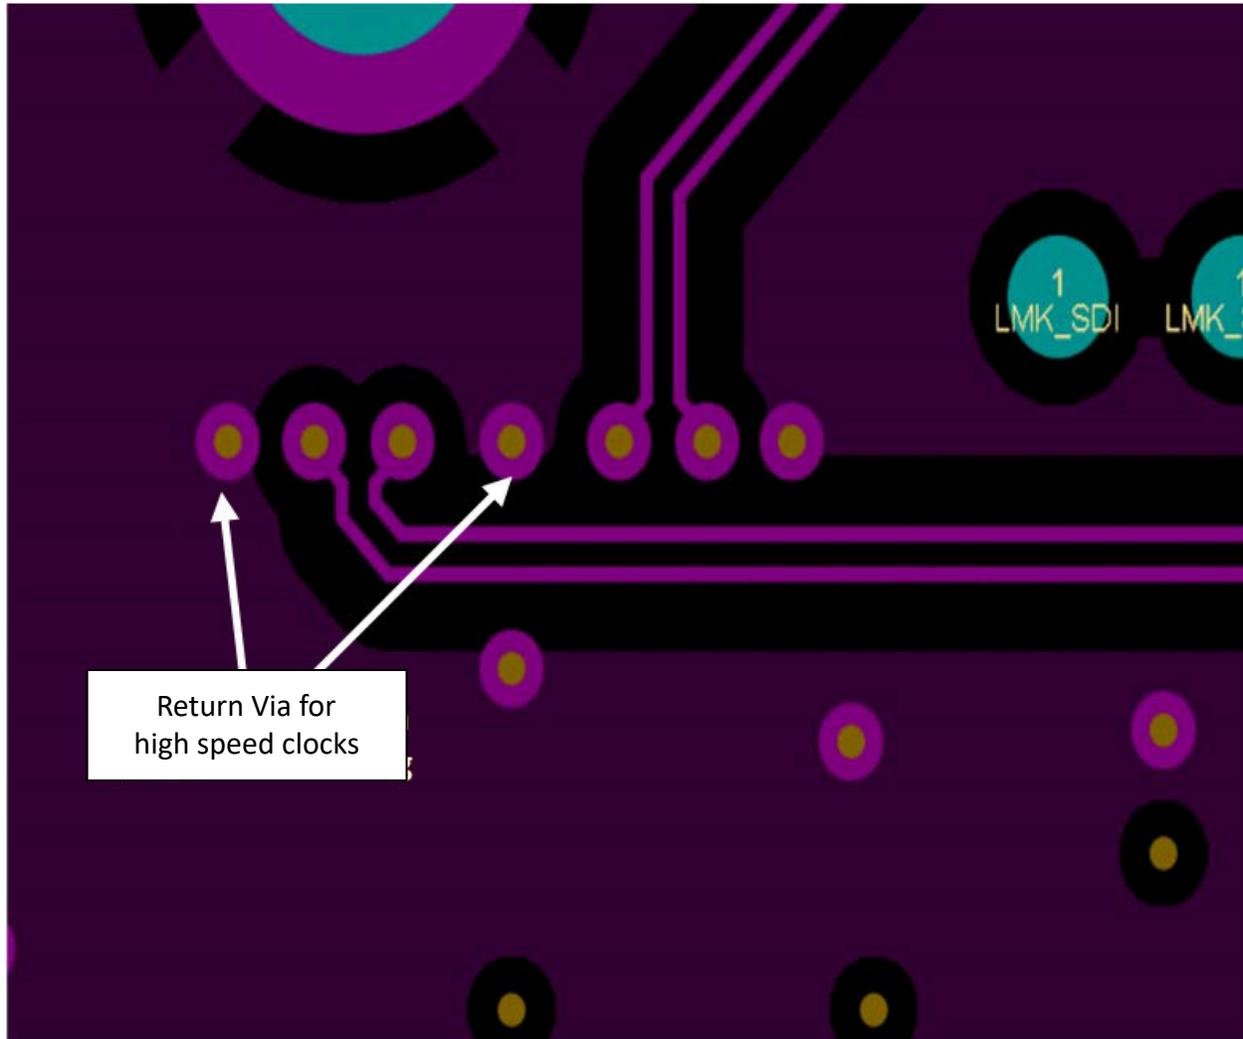
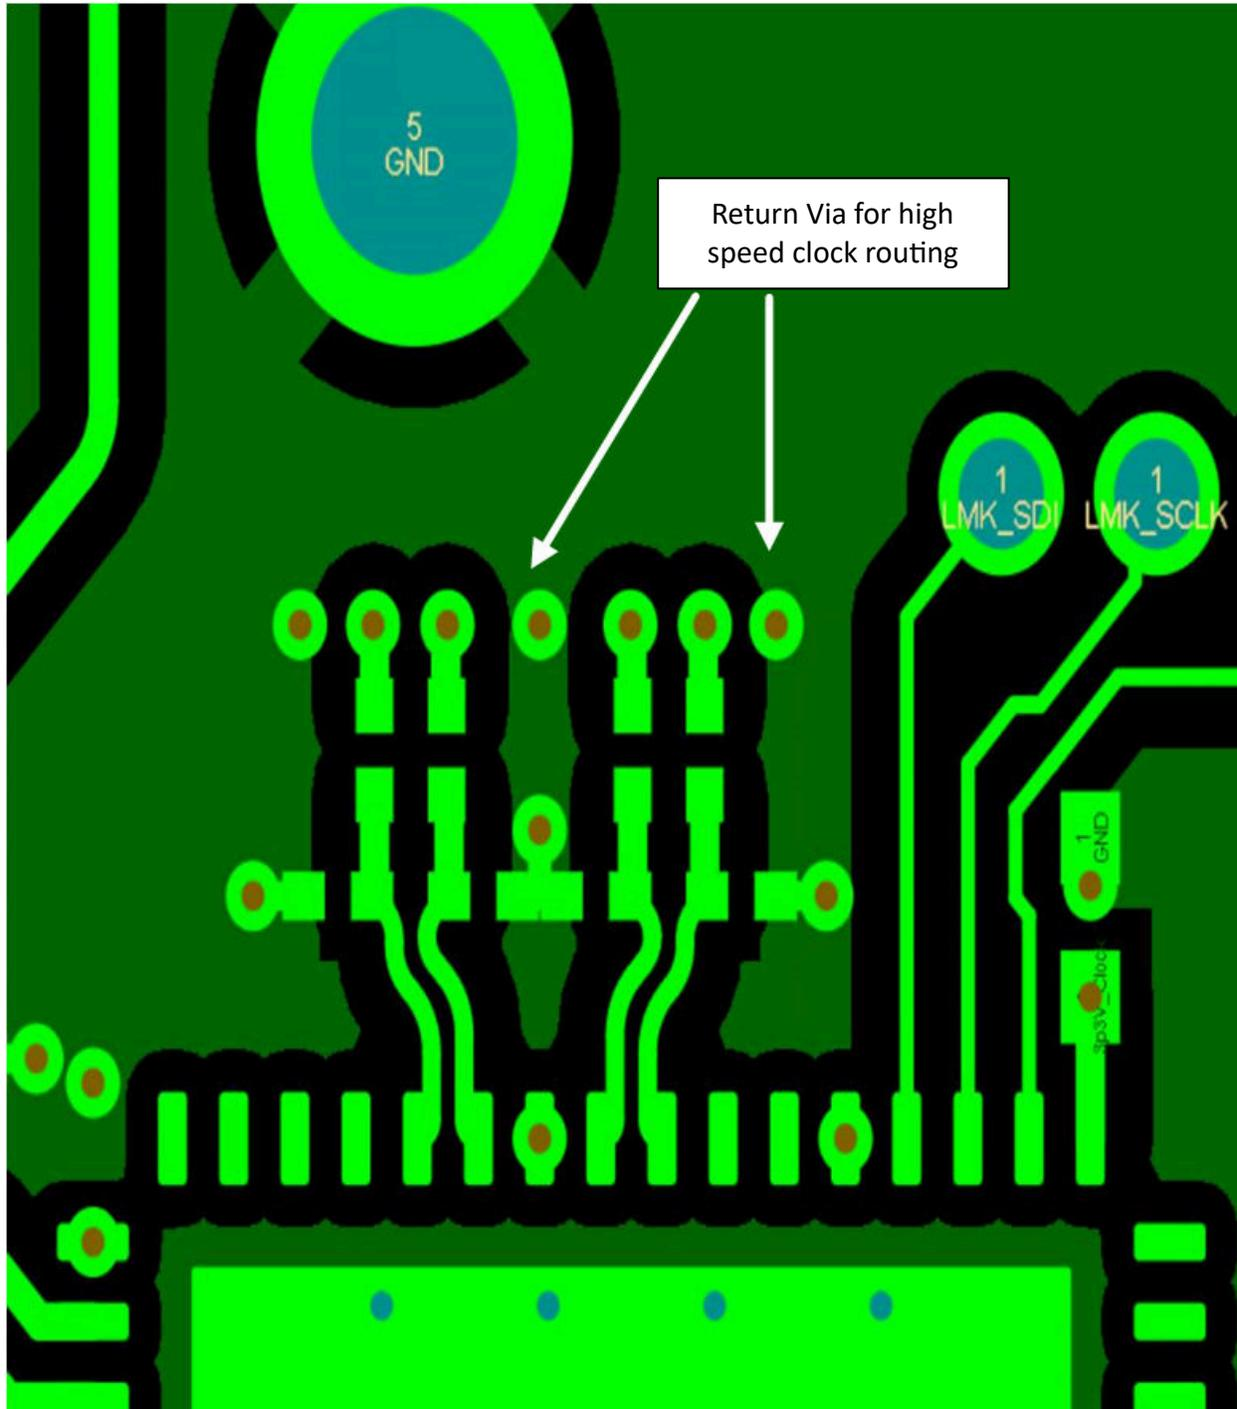

図 9-25. 高速クロックのリターンビア
図 9-26. クロック ジェネレータ近くに配置する高速クロック用リターン ビア
8. ビアを使用して高速信号を別の層に遷移する必要がある場合は、基板をできるだけ遠くまで遷移させて (上下に最適なケース)、ビアの上部または下部にあるビア スタブを最小限に抑えます。レイヤーの選択が柔軟でない場合は、バックドリルまたは埋め込みのブラインド ビアを使用してスタブを除去します。層間の遷移を行うときは、常に臨界高速信号トレースの近くに 2 つのグラウンドビア (「リターンビア」) を配置して、近くのグラウンドリターンパスを提供します。例として、図 9-25 および図 9-26 を参照してください。